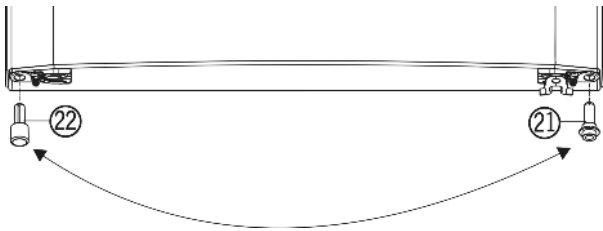

Fig. 5
- ▶ Извлеките из двери распорную деталь Fig. 5 (22) внизу слева.
- ▶ Вставьте распорную деталь *Fig. 5 (22)* в дверь справа внизу.